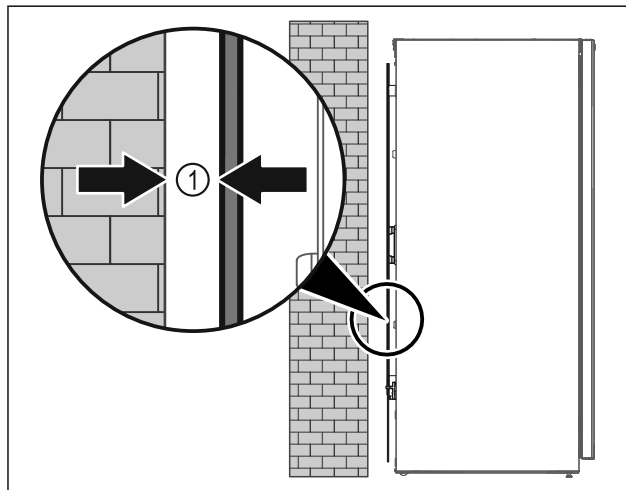

Fig. 6
- ▶ Still opp apparatet enten fritt i rommet eller direkte på en vegg med en minimumsavstand på 5 mm Fig. 6 (1).